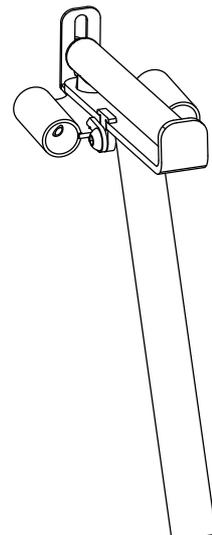

Abb. 27
- Mehrfach verstellbare Sattelstütze und verstellbare Rückenlehne Abb. 27.